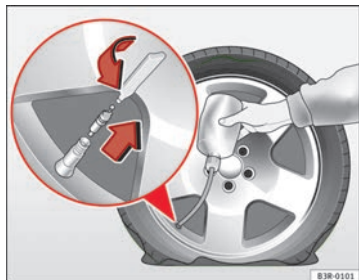

Fig. 164 Neumático: rellenar
- Retire la caperuza de la válvula del neumático y desenrosque el obús de la válvula con un destornillador ⇒ **fig. 164**.